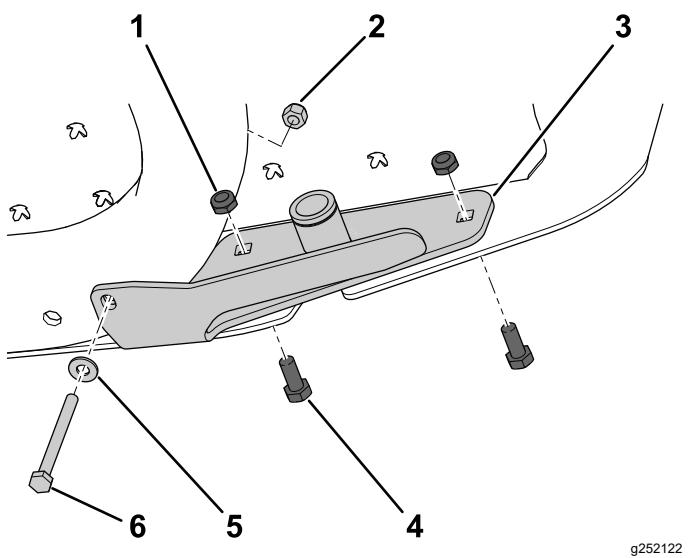

Figure 5
2. Fixez le bas du moyeu au cadre de la machine avec un boulon (1/4" x 2 3/4"), une rondelle (1/4") et un contre-écrou (1/4") ; voir Figure 5.